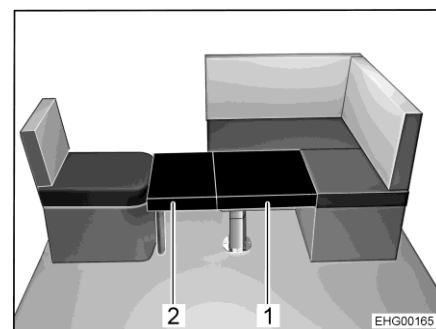
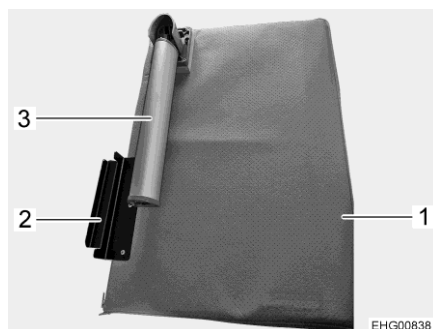

Fig. 126 Dopo la trasformazione
Fig. 127 Tavola aggiuntiva
- Estrarre il supporto per i piedi (Fig. 127,3) dalla tavola aggiuntiva (Fig. 127,1).
- Agganciare gli angoli di supporto (Fig. 127,2) della tavola aggiuntiva al sedile singolo e appoggiare il cuscino aggiuntivo (Fig. 126,2) sul piano del tavolo.
- Posare il secondo cuscino aggiuntivo (Fig. 126,1) sul piano del tavolo.